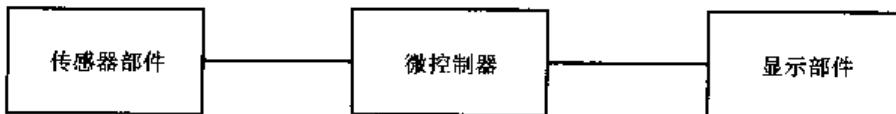
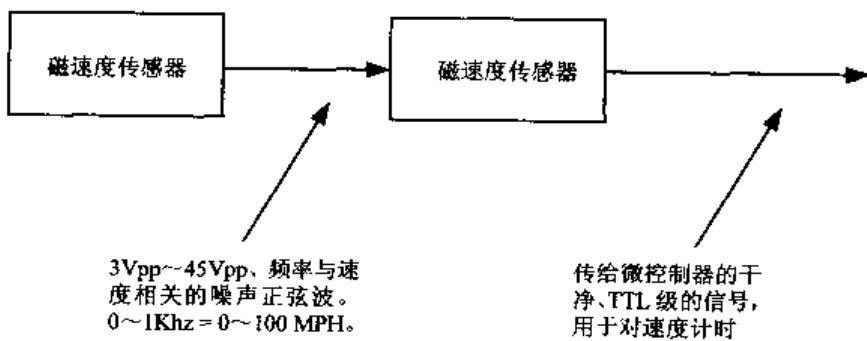

图 5-1 基本框图
图 5-3 扩展传感器框图
在定义阶段进行调查研究的目的是为了保证项目确实能够实现。调查的早期阶段可以得出一个大概的或宏观的框图，如图 5-1 所示。用某种通用术语来说，这一框图显示了组成最终项目的电路。如果调查研究中发现项目某一部分使用了尖端的技术或是对已有技术的一种全新的应用，就要模拟或建立并测试一些电路，以证明该电路能用于本项目。调查研究的目的就是让设计师有充分理由确信该项目确实能够运行。
(1) 从项目定义阶段形成的基本框图开始，这种框图很可能存在一些包含不止一种功能的图框。例如，如果要开发一种记录汽车参数(如速度、耗油量以及簧片组的偏差等)的设备，您可能会需要将一个名为传感器的模块直接连到微控制器。或者每个传感器有一个单独的模块用一条线连接到微控制器。也可能会有不止一个模块用于显示，如图 5-1 所示。这一步的目的是为了从模块的形式出发，接下来如果用正确的电路代替模块，就能得到所需成果。
(2) 对相关组件和电路进行深入研究，以决定每个模块使用哪种电路和组件进行填充。当您决定将使用的电路和组件时，就自然将项目分成更小的模块，其目的是将模块分成您打算分别测试的最小单位。这些完成时，每个模块应该会列出其输入、输出电平和(或)信号。这些信号定义将用于对各个模块的测试。图 5-3 显示的仅是速度传感器(图 5-1 中所示的 3 个模块中的一个)被分成了合理的，可测试的模块。